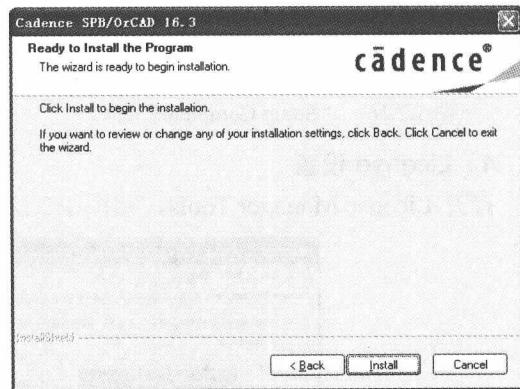

图 1.2.13 “Ready to Install the Program”窗口
(9) 单击“Next”按钮，开始文件的复制，同时准备安装程序，出现“Ready to Install the Program”窗口，如图 1.2.13 所示。